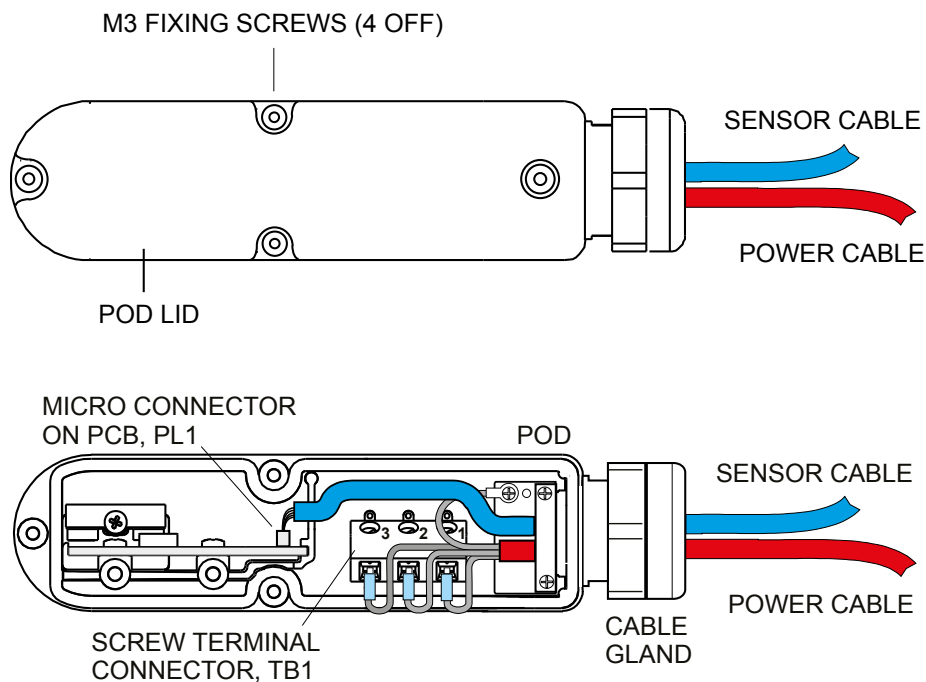

Figure 3.1 - Power and Sensor cable connection details in the pod/Abbildung 3.1.- Details zu den Verbindungen von Leistungs- und Logikabeln im Klemmkasten
- If a cable needs to be replaced it will be necessary to gain access to the termination box inside the pod, see Figure 3.1.
- Falls ein Kabel ersetzt werden muss, muss man den Klemmkasten öffnen, siehe Bild 3.1.